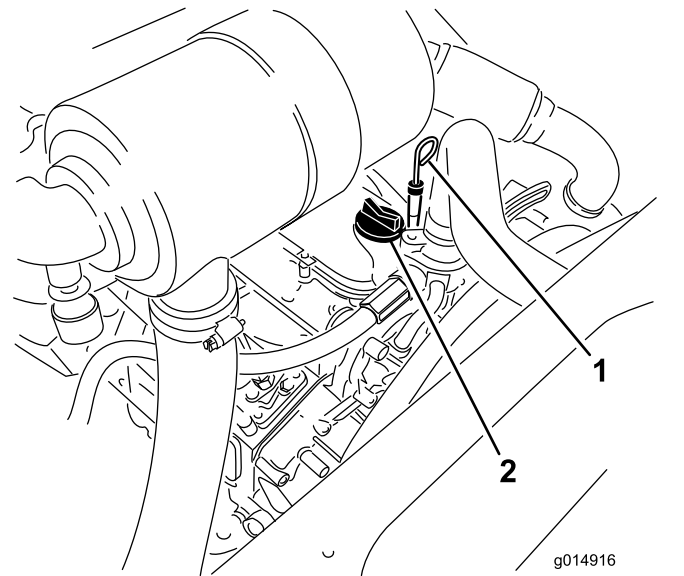

Figura 32
3. Retire la varilla, límpiela, y vuelva a colocarla (Figura 32).
5. Si el nivel de aceite está por debajo de la marca LLENO, retire el tapón de llenado (Figura 32) y añada aceite hasta que el nivel llegue a la marca LLENO.